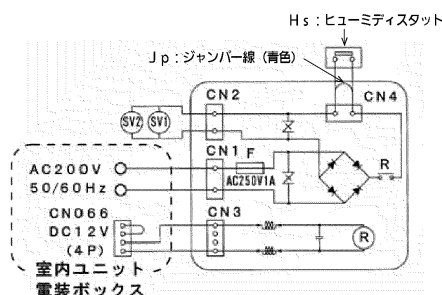

図13
4. ヒューミディスタットをご使用になる場合は、加湿器電気回路図(図13)を参考に加湿器電装ボックス内にあるジャンパー線(青色)を切断し、付属品の閉端接続子でヒューミディスタットの配線と接続します。